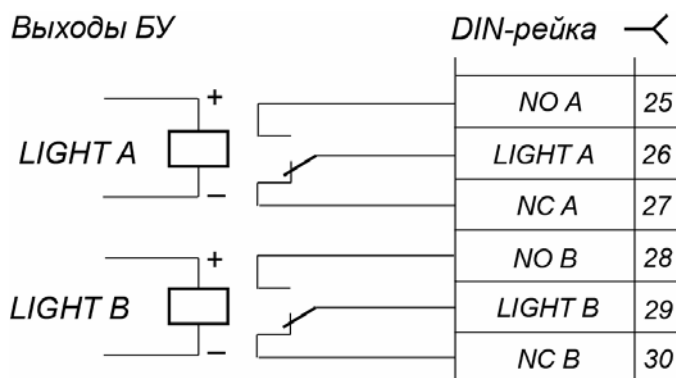

Рисунок 10. Выходные каскады для Light A и Light B
5.4.4 Выносные световые индикаторы подключаются на клеммы DIN-рейки 25...30. При этом реле «*Light A*» («*Light B*») активизировано (на его обмотку подано напряжение), когда горит соответствующий данному направлению прохода зеленый индикатор на блоке индикации турникета, и нормализовано (на его обмотку напряжение не подано), когда горит соответствующий данному направлению прохода красный индикатор. Выходные каскады для *Light A* и *Light B* – перекидные контакты реле (см. рис. 10) со следующими характеристиками сигналов: